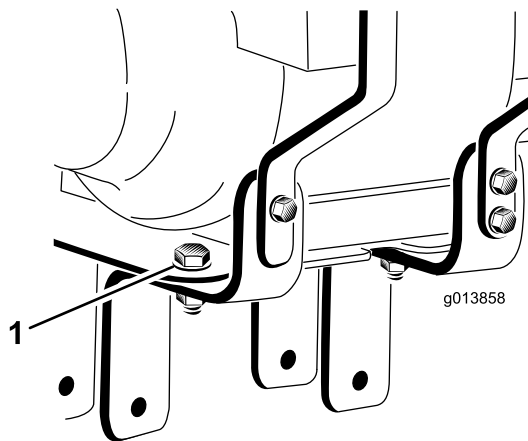

Рисунок 3
3. Ослабьте затяжку двух болтов и гаек (не выворачивая их полностью), с помощью которых монтажные кронштейны двигателя крепятся к его опоре (Рисунок 3).